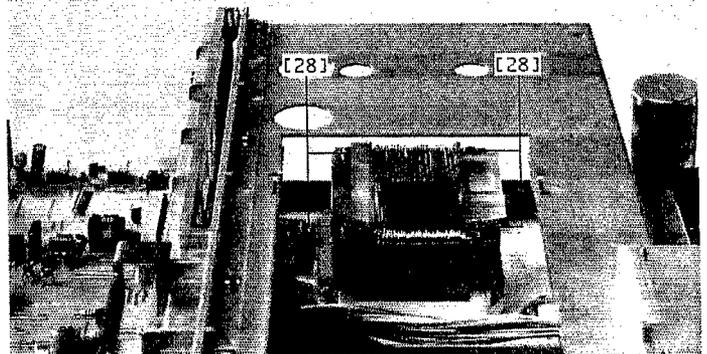
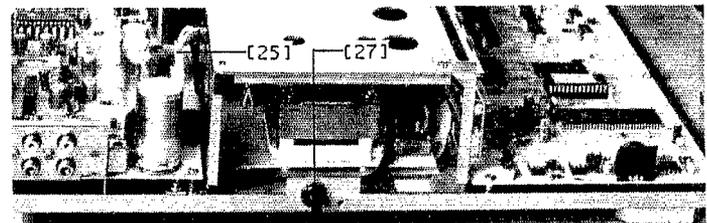
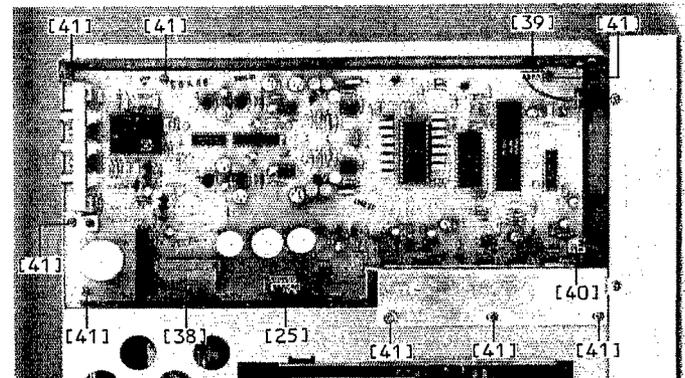
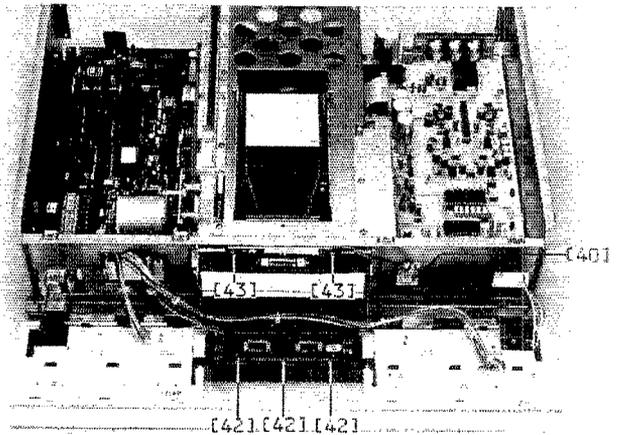

Fig. 2.9
Fig. 2.10
Fig. 2.12
Fig. 2.13
-&gt; Fig. 2.9 / Fig. 2.10
-&gt; Fig. 2.10 / Fig. 2.12
-&gt; Fig. 2.13
-&gt; Fig. 2.12 / Fig. 2.13